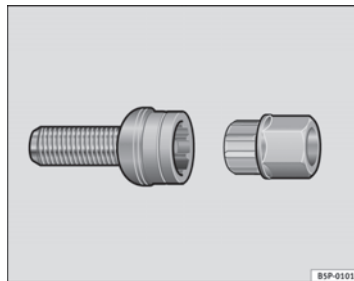

Fig. 151 Viti antifurto
- Innestare l'adattatore nella vite antifurto, spingendolo fino in fondo ⇒ fig. 151.